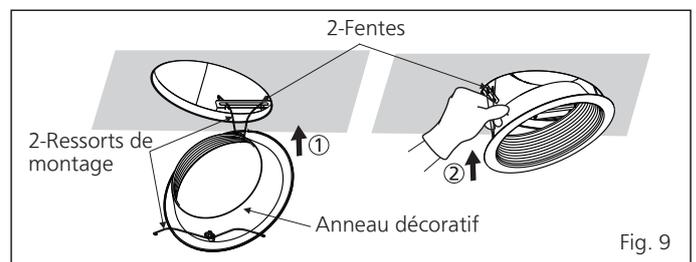

Fig. 9
- Insérez les ressorts de montage dans la fente comme illustré sur la figure et fixez l'anneau décoratif au boîtier du ventilateur. (Voir Fig. 9)
6. Remplacez l'anneau décoratif. (Voir Fig. 9 de la page 7)
4. Remplacez l'anneau décoratif. (Voir Fig. 9 de la page 7)